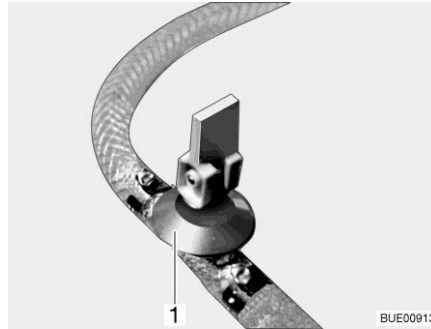
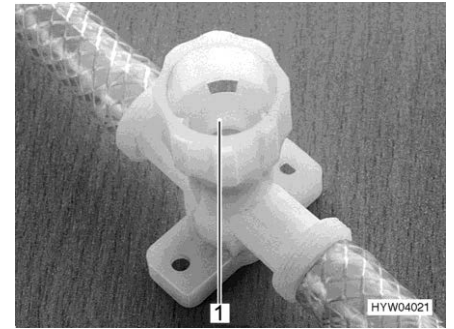

Fig. 277 Robinet de vidange (avec levier à bascule)
Fig. 278 Robinet de vidange (avec capuchon tournant)
- Ouvrir tous les robinets de vidange. Placer pour ce faire le levier à bascule (Fig. 277,1) à la verticale ou faire tourner le capuchon du robinet de vidange (Fig. 278,1) dans le sens inverse des aiguilles d'une montre.